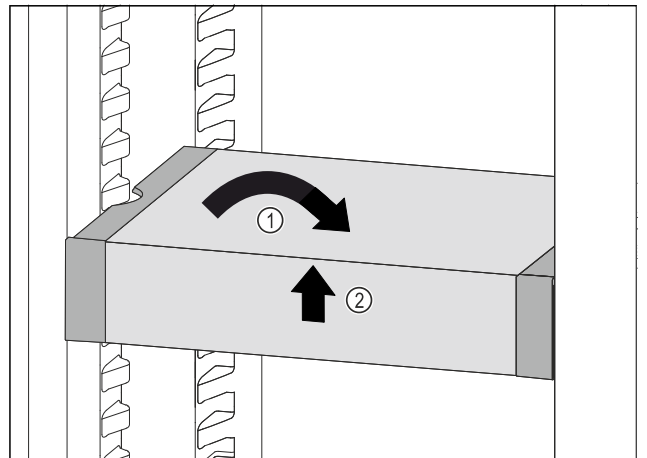

Fig. 197
- Aseta VarioSafe suoraan. Fig. 197 (1)
- Nosta VarioSafe-vetolaatikkoa edestä. Fig. 197 (2)